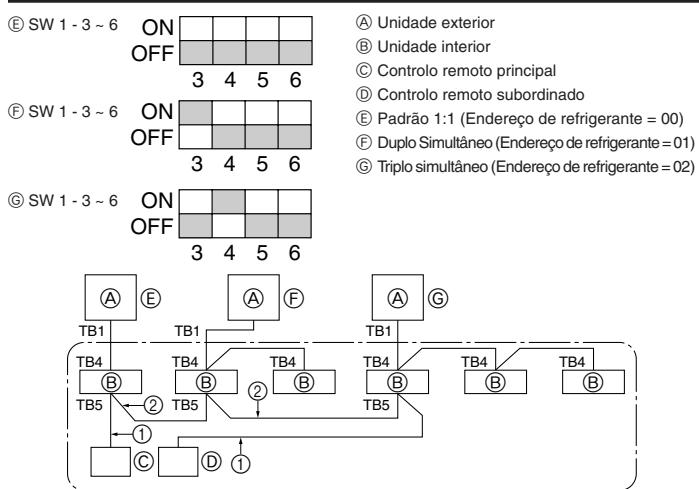

Fig. 9-1
- ① Antes de recuperar o refrigerante, assegure-se de que todos os interruptores DIP SW5 para alteração de funções no painel de controlo da unidade exterior estão desligados (posição OFF). Se todos os interruptores SW5 não estiverem desligados (posição OFF), grave as definições e, depois, desligue todos os interruptores. Inicie a recuperação do refrigerante. Depois de ter transferido a unidade para um novo local e de ter concluído o ensaio, programe os interruptores SW5 para as definições gravadas anteriormente.
- ② Ligue a fonte de alimentação (disjuntor).
- ③ Depois de a válvula de retenção de gás ter fechado, ligue (posição ON) o interruptor SWP no painel de controlo da unidade exterior. O compressor (unidade exterior) e os ventiladores (unidades interiores e exteriores) começam a funcionar e a operação de recuperação de refrigerante tem início. O LED1 e o LED2 no painel de controlo da unidade exterior acendem.
9. Controlo do sistema (Fig. 9-1)